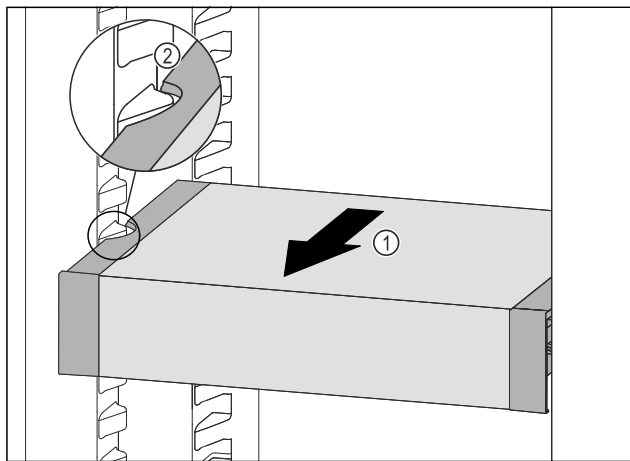

Fig. 105
- Ladicu VarioSafe vucite prema naprijed *Fig. 105 (1)* sve dok se bočni otvori ladice VarioSafe ne nađu na visini žlijeba spremnika u hladnjaku. *Fig. 105 (2)*